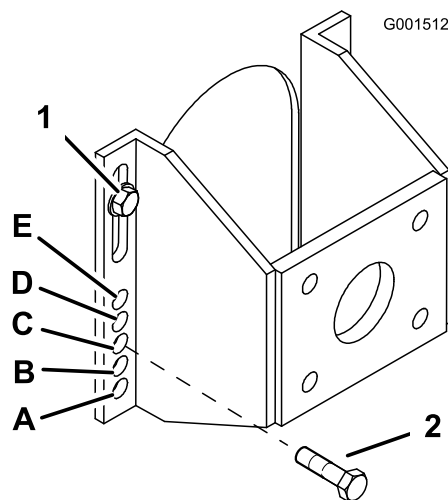

Bild 16
5. Lösen Sie die zwei oberen Achsenschauben (nicht abnehmen) (Bild 16).
6. Nehmen Sie die zwei unteren Achsenschauben ab (Bild 16).
7. Heben Sie die Befestigungshalterung an oder senken sie ab, sodass Sie die zwei Achseneinstellschrauben in das gewünschte Loch setzen können (Bild 16). Mit einem abgeschrägten Stanzer können die Löcher ausgefluchtet werden.